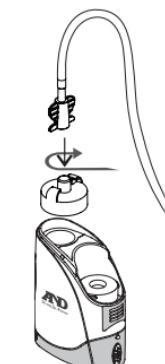

Рисунок 6-1
- Прикрепите соединительную трубку к основному блоку той стороной, на которую крепится переходник, поворачивая его по часовой стрелке (см. рис. 6-1).